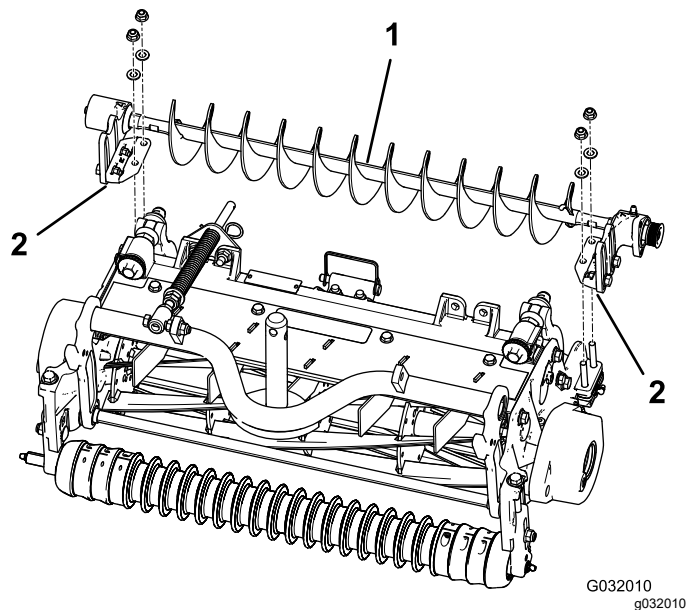

図 8
4. 左または右ローラブラシアセンブリ取り付けブラケットを、ローラブラケットボルトにセットする 図 8。